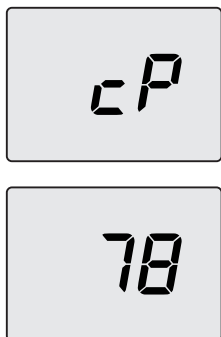

Figura 9.14
- Premendo il tasto 14 è possibile variare la potenza in modalità spazzacamino: con visualizzazione sul display LCD delle lettere **cP** che si alternano con il valore di temperatura dell'acqua di riscaldamento (es.78), siamo "funzione spazzacamino" alla potenza massima in riscaldamento (Figura 9.14);